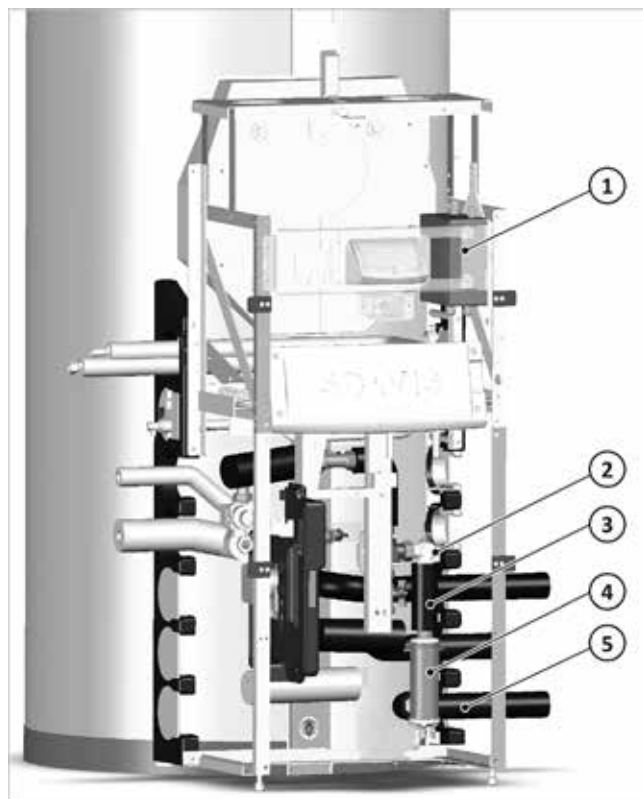

Fig. 9: Posición de los componentes en el módulo de carga
→ La fig. 9 muestra la posición de la caja de conexión (1) y del cartucho calefactor (4) en el módulo de carga. Los tubos de conexión para el avance de la bomba de calor y de
1. Atornille la caja de conexión al módulo de carga, véase → fig. 9 (1).